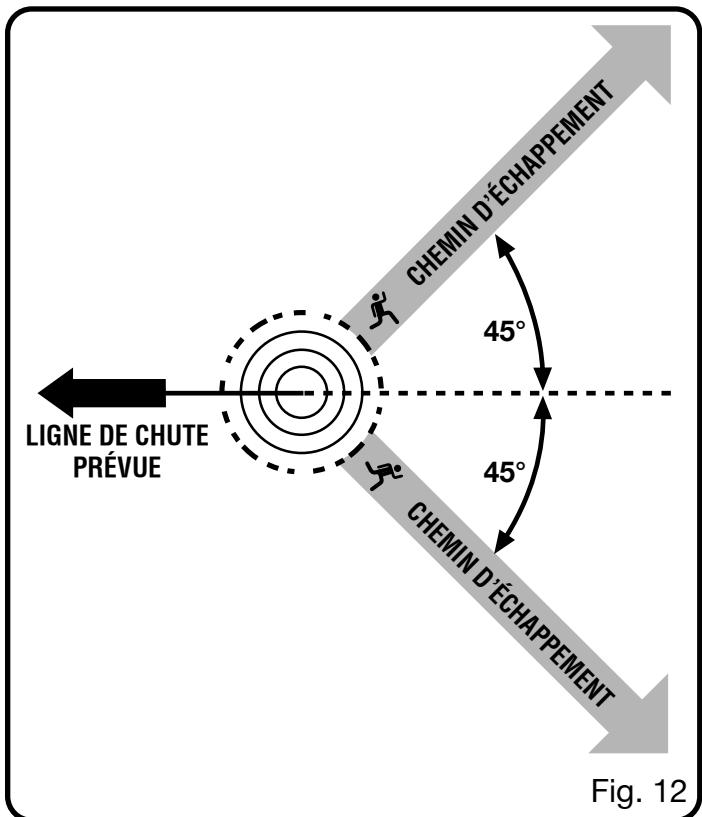

Fig. 12
Voir les figures 12 à 15.
- Avant de commencer une coupe, déterminer un chemin d'échappement (ou plusieurs au cas où le chemin prévu serait bloqué) déblayer les environs immédiats et s'assurer qu'aucun obstacle se trouve sur le chemin d'échappement prévu. Les trajectoires sécuritaires du chemin d'échappement doivent se situer à l'arrière et en diagonale (45°) à l'arrière de la ligne de chute prévue. Lorsque l'arbre commence à tomber, il faut s'écartez de la ligne de chute et suivre le chemin d'échappement et s'éloigner d'au moins 6 m (20 pi) du tronc au cas où l'arbre rebondirait sur la souche. *Voir la figure 12.*